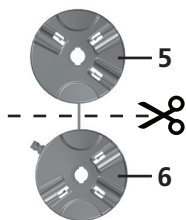
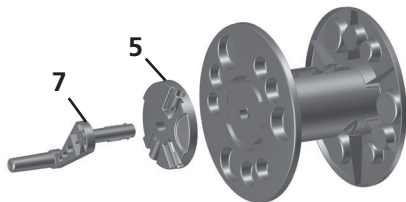

Fig. 02
Fig. 03
2. Separe os mancais (5) e (6), cortando a fita que os une [Fig. 02]. Encaixe a manivela (7) no mancal esquerdo (5) e o mesmo conjunto encaixe no carretel [Fig. 03] (encaixar até ouvir o click).
2. Separate the bearings (5) and (6) by cutting the tape, as shown on [Fig. 02]. Attach the crank (7) to the left bearing (5) and then connect this assembly to the reel [Fig. 03]. (Be sure you hear them clicking into place).
2. Separa los mancales (5) y (6), cortando la cinta que los une [Fig. 02]. Encaja la manivela (7) en el mancal izquierdo (5) y el conjunto en el carretel [Fig. 03] (encajarlo hasta que se escuche un clic).